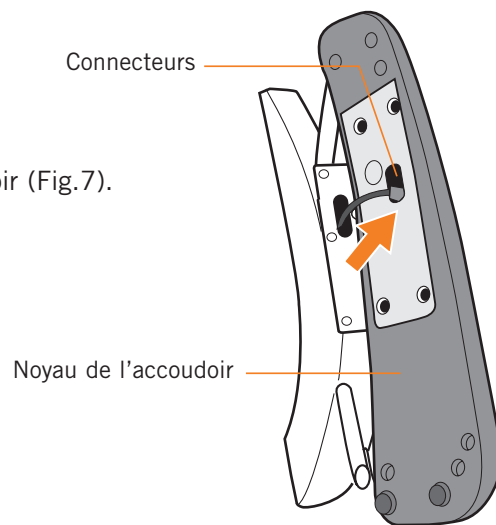

Fig.7
3. Poussez les connecteurs et le câble dans l'âme de l'accoudoir (Fig.7).